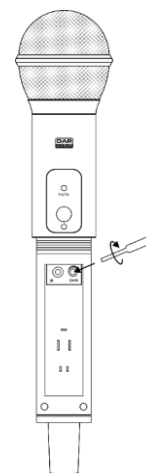

Fig. 09
- 02) Servirsi del **cacciavite in plastica (43)** per impostare la sensibilità in ingresso del trasmettitore (Fig. 09).